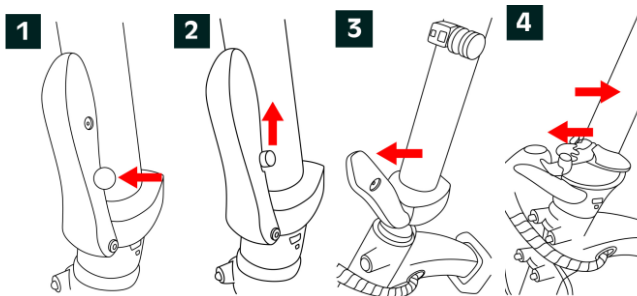

Figure 6
1. Localisez le bouton de déverrouillage (Fig. 6).